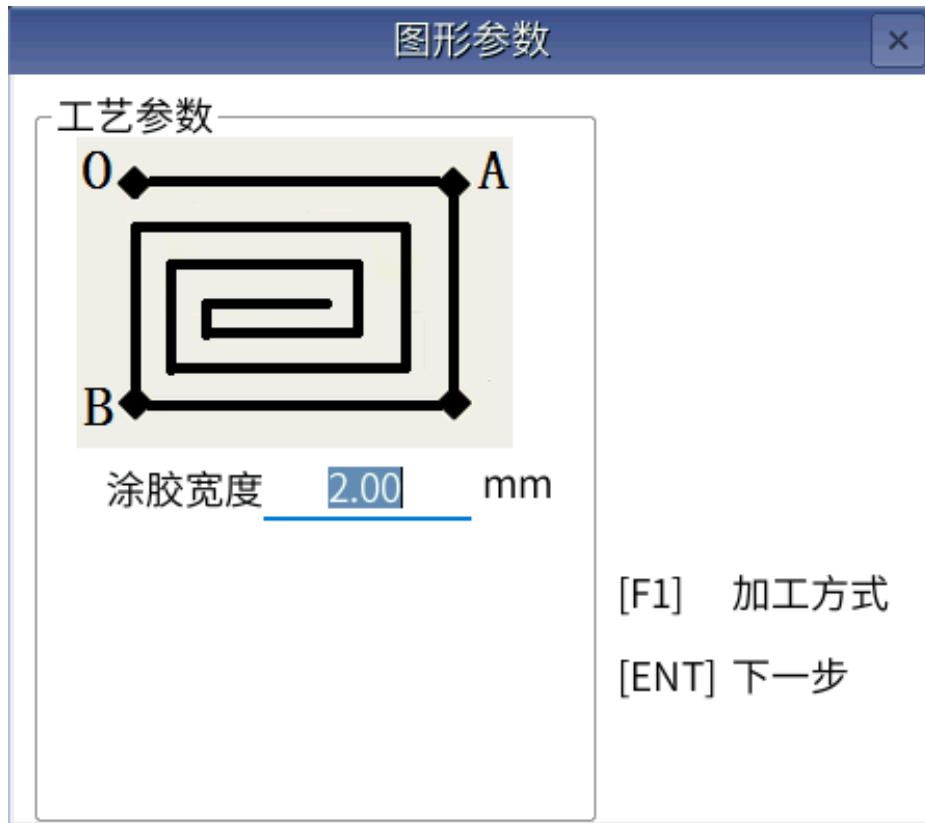

图 11.4.19 矩型涂胶参数
- 2) 按【F4】矩型涂胶，进入涂胶区域选择界面如图 11.4.19 所示；